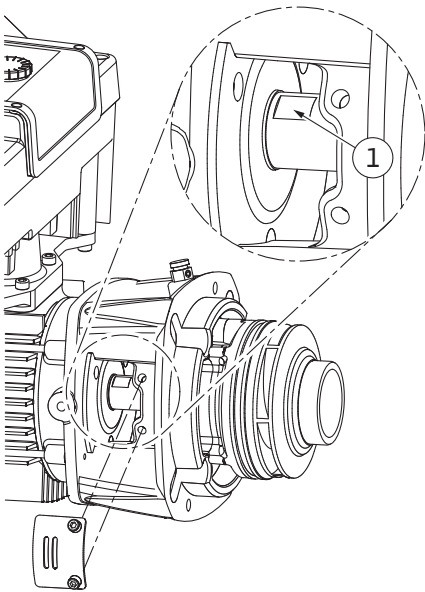

Fig. 106: Schlüsselflächen auf Welle
14. Einen Mausschlüssel (SW22 mm), in das Laternenfenster einführen und die Welle an den Schlüsselflächen festhalten (Fig. 106, Pos. 1). Die Laufradmutter (Fig. I, Pos. 22) ausdrehen. Das Laufrad (Fig. I, Pos. 21) wird automatisch von der Welle abgezogen.
3. Einen Maulschlüssel (SW22 mm), in das Laternenfenster einführen und die Welle an den Schlüsselflächen festhalten (Fig. 106, Pos. 1).
10. Einen Maulschlüssel (SW32 mm), in das Laternenfenster (Fig. IV, Pos. 38) einführen und die Welle an den Schlüsselflächen festhalten (Fig. 106, Pos. 1). Laufrad mit Unterlegscheibe(n) und Mutter montieren. Mutter festziehen. Beschädigungen der Gleitringdichtung durch Verkanten vermeiden.